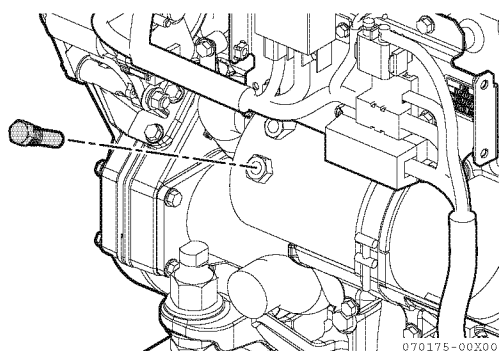
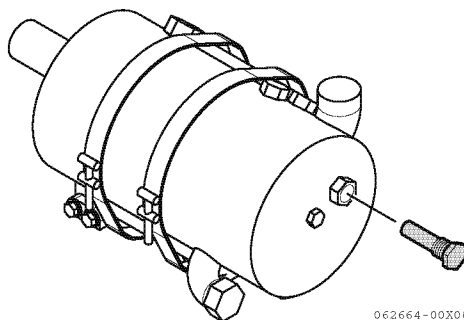
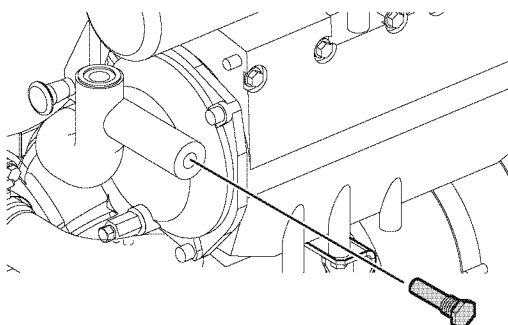

Figure 11
Figure 12
Figure 13
3. Togliere tutti i tappi **(Figure 11)**, **(Figure 12)** e **(Figure 13)** che recano la targhetta ZINCO **(Figure 10)**.